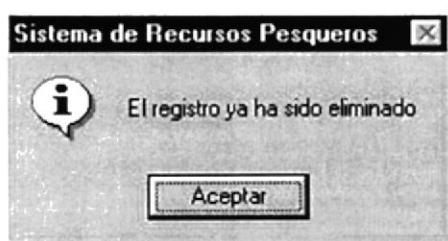

Figura 9.103 Mensaje de ya eliminado
4. Si el tipo de documento que desea eliminar ya ha sido eliminada, aparecerá el siguiente mensaje (ver figura 9.103)